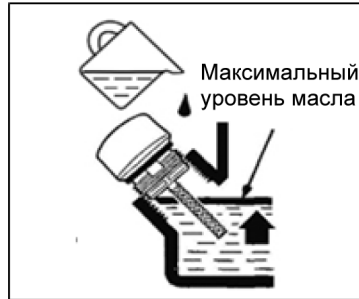

Рис. 16
3. Через маслозаливную горловину залейте моторное масло в картер двигателя до уровня нижней кромки маслозаливной горловины (Рис. 16)